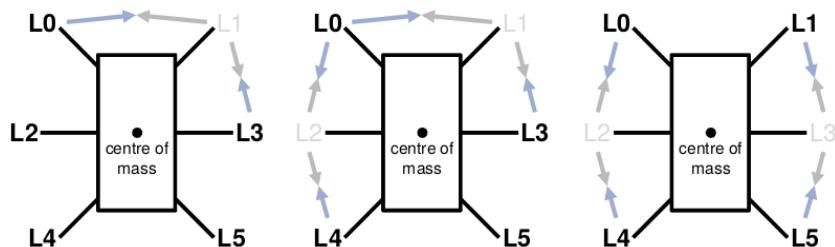

Abbildung 64: Gang der Stabheuschrecke. Die Konstellation im dritten Bild ist durch die Cruse-Regeln eigentlich nicht erlaubt.
**Free Gait am Beispiel der Stabheuschrecke** Die Verwendung der Begriffe Tetrapod und Tripod verleitet zu der Annahme der Existenz fester Gangmustern. Es ist aber bekannt, dass Insekten einen freien Gang verwenden. Die Koordination der Beine erfolgt durch mehrere Koordinationsregeln (vgl. Unterunterabschnitt 5.2.2). Bei der Stabheuschrecke gilt die einfache Regel: *Wenn der linke und rechte Nachbar auf dem Boden sind, dann darf das Bein anfangen zu schwingen* (vgl. Abbildung 64). Es ist